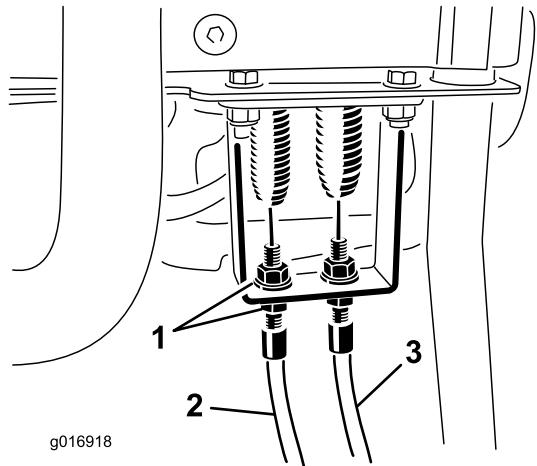
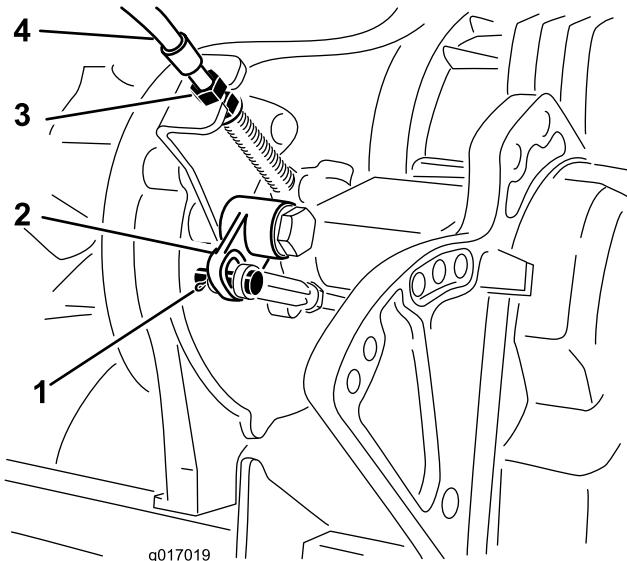

Figure 45
Figure 46
2. Vérifiez si le câble de commande de déplacement est détendu au niveau du ressort d'extension (Figure 45). S'il est détendu, ajustez les écrous de blocage au niveau du tablier (Figure 46) pour supprimer le mou du câble sans étendre le ressort.
- 4. Retirez la goupille fendue et l'axe de chape qui fixent la tige du levier coudé au levier coudé. Détachez la chape du levier coudé (Figure 46).
- 7. Au niveau du tablier de la transmission (Figure 46), ajustez les écrous de blocage du câble pour augmenter
8. En réglant le câble au niveau du tablier du panneau de commande, réglez les écrous de blocage de manière à éliminer le mou éventuel du câble sans étendre le ressort (Figure 45).
- 3. Au niveau du tablier de panneau de commande, desserrez le câble de commande du cylindre pour détendre le câble (Figure 45).